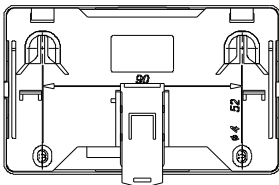

Рисунок 2
- б) при установке на стену, перегородку или конструкцию (рисунок 2):